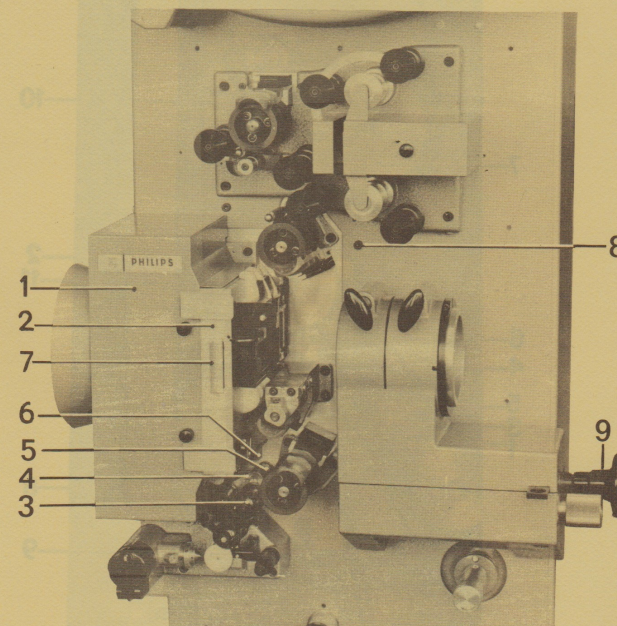

Fig. 2
Du côté commande fig. 2
- . Tourner tambour de croix de malte avec bouton 9, fig. 2 au début d'une période de commutation. Apporter repère.